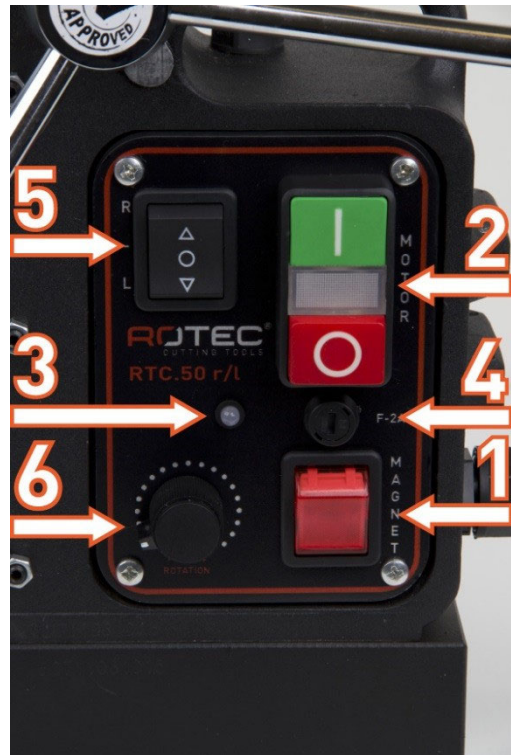

Fig. 2
Zet de kernboormachine op het werkstuk. Druk op de rode schakelaar om de magneet te activeren (Fig. 2 – 6). De schakelaar wordt verlicht (rood) en het groene LED lampje (Fig. 2 - 3) geeft aan dat de magneet is ingeschakeld.
Om de magneet uit te schakelen kunt u de zelfde schakelaar gebruiken (Fig. 2 - 6).
De motor kan alleen worden ingeschakeld wanneer de magneet is geactiveerd. Druk op de groene knop (Fig. 2 - 2) om de motor aan te schakelen. Om de motor weer uit te zetten drukt u op de rode knop (Fig. 2 - 2).
- Schakel de machine uit (Fig. 2 - 2) en verwissel de kernboor met de taphouder en machine tap;
- Zet de tandwielbak in de laagste stand (Fig. 4) en snelheid (Fig. 2 - 5) en zet de L / R schakelaar in de "R" stand waardoor de motor met de klok mee draait (Fig. 2 - 1);
- Zet de machine aan (Fig. 2 - 2);
- Zet de machine uit (Fig. 2 - 2) en zet de L/ R schakelaar op "L" zodat de as tegen de klok in draait (Fig. 2 - 1).
- Zet de machine weer aan (Fig. 2 - 2) en draai de machinetap omhoog totdat deze volledig uit het werkstuk is.